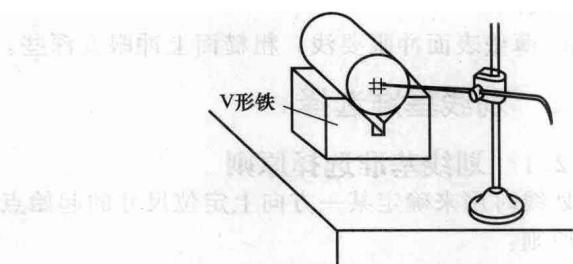

图 1-9 V 形铁支承工件找中心
② 支承工具
a. **V 形铁** 用于支承圆柱形工件，使工件轴线与划线平板平行，以便划中心线和找中心，如图 1-9 所示。